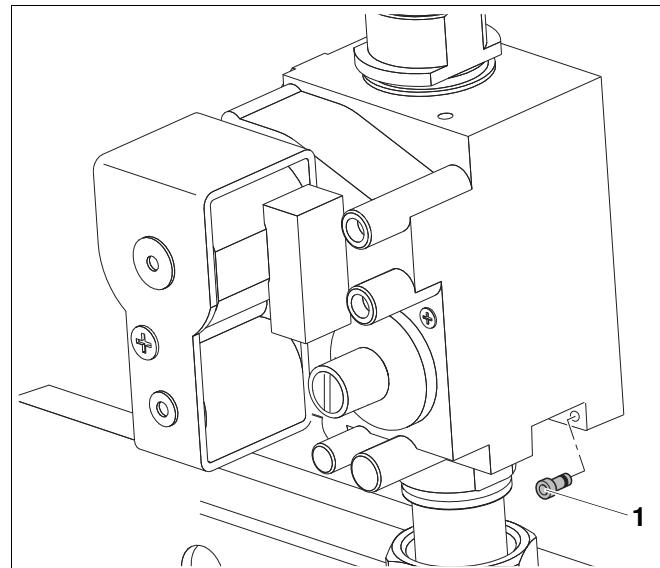

Рис. 47 Монтаж и демонтаж переходника для сжиженного газа
- Вставить переходник для сжиженного газа вместе с уплотнением (Рис. 47, **поз. 1**).
- Вынуть переходник для сжиженного газа (Рис. 47, **поз. 1**).